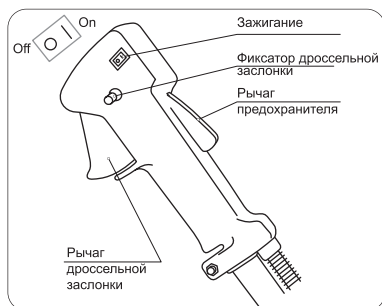

Рис. 14
- На ручке управления установите зажигание в положение «ON» (Рис. 14).
(Рис. 14). Кошение производите крепко держа бензокосу обеими руками за рукоятки.